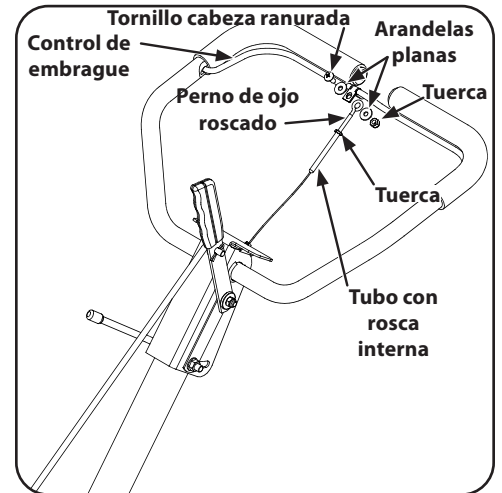

Figura 2-8
4. Retire el tornillo de cabeza ranurada, la tuerca y las dos arandelas planas del gancho del embrague. Vea la Figura 2-8.
6. Enrosque el perno de ojo y la tuerca que quitara anteriormente en el tubo con rosca interna que está en el extremo del cable. Debe enroscar un trozo de alrededor de 3/4". Ajuste la tuerca contra el tubo en el extremo del cable. Vea la Figura 2-8.